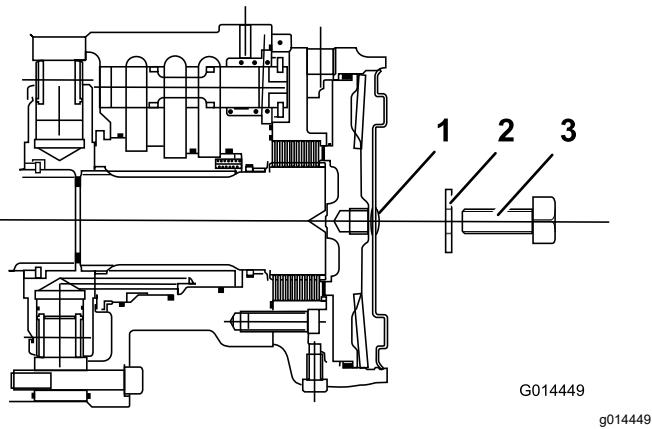

Figure 37
- Placez une vis (M12 x 40 mm) munie d'une rondelle dans le trou au centre de la plaque d'extrémité du moteur (Figure 37).
- Serrez la vis d'arrêt dans le trou fileté du piston de frein jusqu'à ce que le frein soit desserré (Figure 37).
- Identifiez le frein à disque du moteur de roue avant gauche et répétez la procédure précédente (Figure 37).